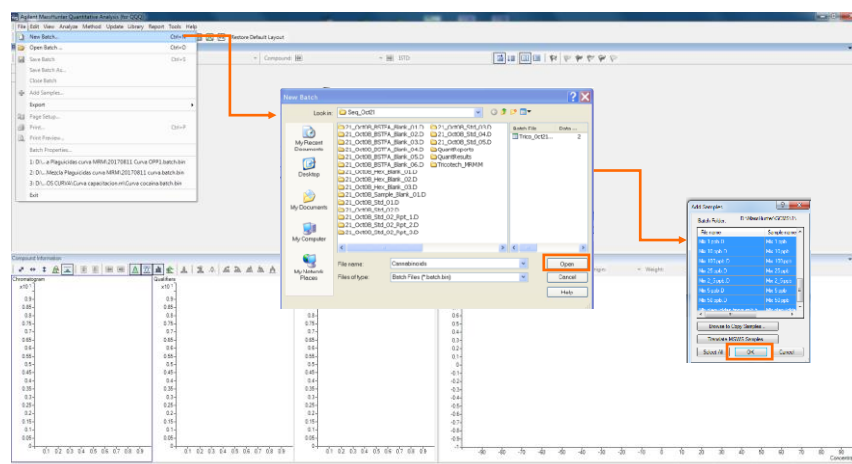

Figura 57. Creación del lote y adición de muestras.
8.10.3. Crear lote. Para crear un nuevo lote seleccione **File > New Batch** o dar click en el ícono . En seguida busque el directorio o carpeta que contiene los *data files* del lote que desea analizar. Ingrese el nombre del lote en el campo *File name* y después seleccionar el botón **Open**, como se muestra en la Figura 57.
8.10.4. Adicionar muestras. Seleccionar **File > Add Samples**. Se abrirá la caja de diálogo del *Add Samples*. Seleccione las muestras, calibrantes, controles, entre otros, *data file* que va a analizar (véase Figura 57). Use **Browse to Copy Samples** para adicionar muestras de otros directorios o carpetas en este lote de análisis, dar click en **OK**.